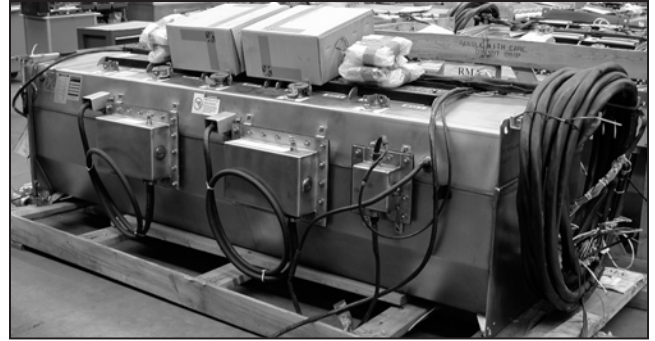

Figura 116. Los cables principales para el interruptor.
- PASO 1.** Desenrolle los cables principales que están canalizados hacia el compartimiento para baja tensión. Estos cables tienen conectores para baja tensión en las puntas. Ver Figura 116.